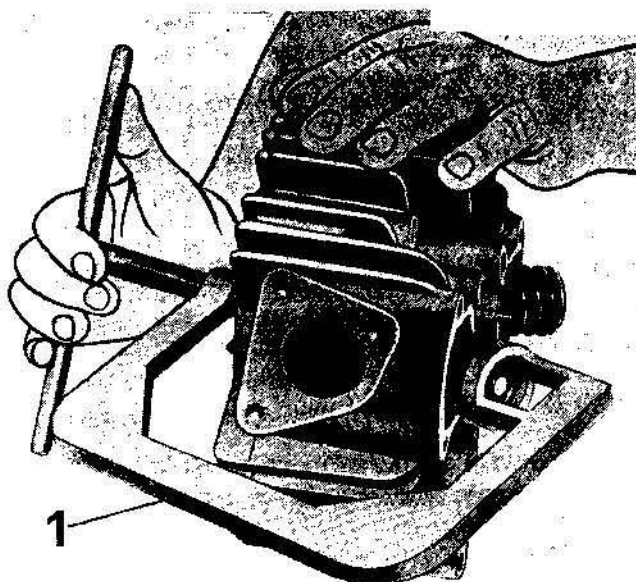

Fig. 22
Con apposito attrezzo n° 10907200 (1 di fig. 22) applicato sul fungo di una valvola e sul piattello superiore, avvitare la vite dell'attrezzo di quel tanto da comprimere le molle (quando l'attrezzo è in tiro sarà bene dare in testa a tale attrezzo un colpo di mazzuola, questo serve a scollare il piattello dai semiconi) e poter levare i due semiconi. Levati i semiconi svitare l'attrezzo e sfilare:
- infine i due semiconi adoperando l'apposito attrezzo n° 10907200 (1 di fig. 22) applicato al fungo della valvola e sul piattello superiore; avvitare la vite dell'attrezzo fino a che si possono montare i due semiconi, indi svitare l'attrezzo.